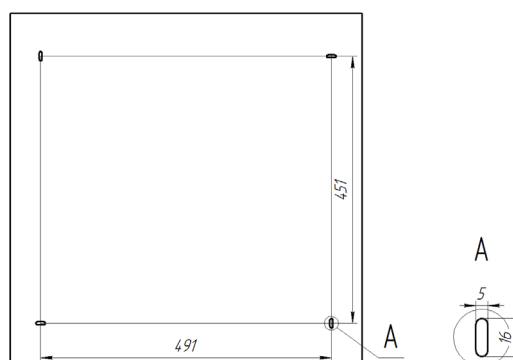

Рисунок 3. Расположение установочных отверстий на корпусе светильника Econex Office S 650x650 G2 для накладного монтажа.
5.3.1. Для установки светильника необходимо повернуть торцевую панель и аккуратно снять рассеиватель. Надежно закрепить на ровной поверхности корпус светильника при помощи креплений (не входят в комплект поставки) (рис. 3).